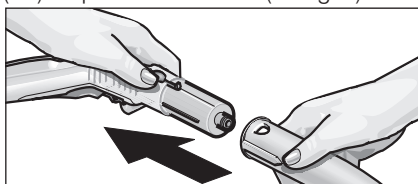

Fig. 2: Montar acessórios na pistola de vapor
- Monte o acessório desejado (D1,E1,F1) na pistola de vapor (C1). Para isso coloque o fim tubular do acessório na pistola de vapor (C1). Introduza o acessório na pistola de vapor até que a tecla de desbloqueio (C3) da pistola se encaixe (ver fig. 2).